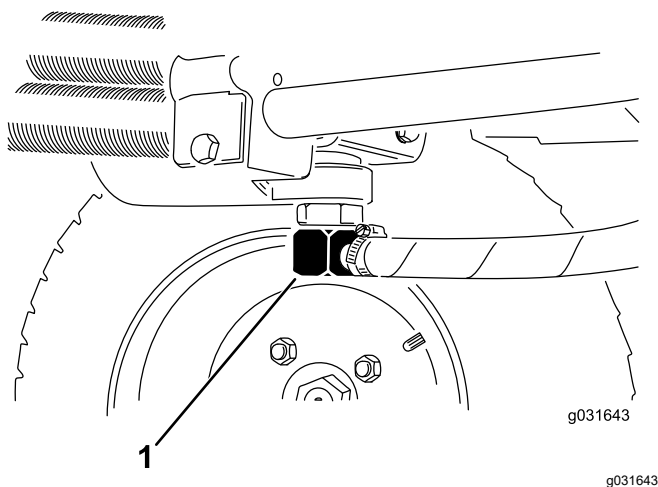
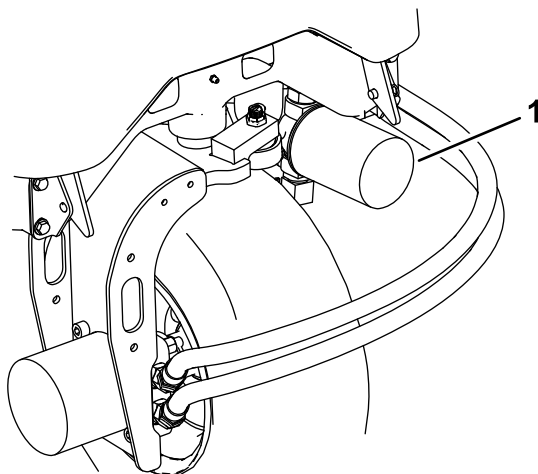

Figura 65
Figura 67
2. Desconecte as linhas hidráulicas ou retire o filtro hidráulico e deixe que o fluido hidráulico esorra para dentro de um recipiente de escoamento (Figura 67 e Figura 65).
3. Instale as linhas hidráulicas quando o fluido parar de escorrer (Figura 65).
3. Limpe em torno da área de montagem do filtro, coloque um recipiente de escoamento debaixo do filtro e retire o filtro (Figura 67).